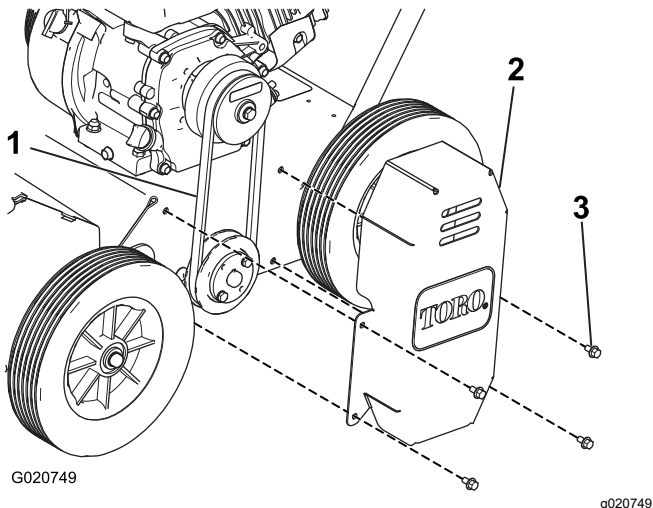

Figura 20
2. Retire las 4 tuercas que sujetan la cubierta de la correa al lado izquierdo de la máquina, y retire la cubierta (Figura 20).
3. Compruebe la tensión de la correa (Figura 20)